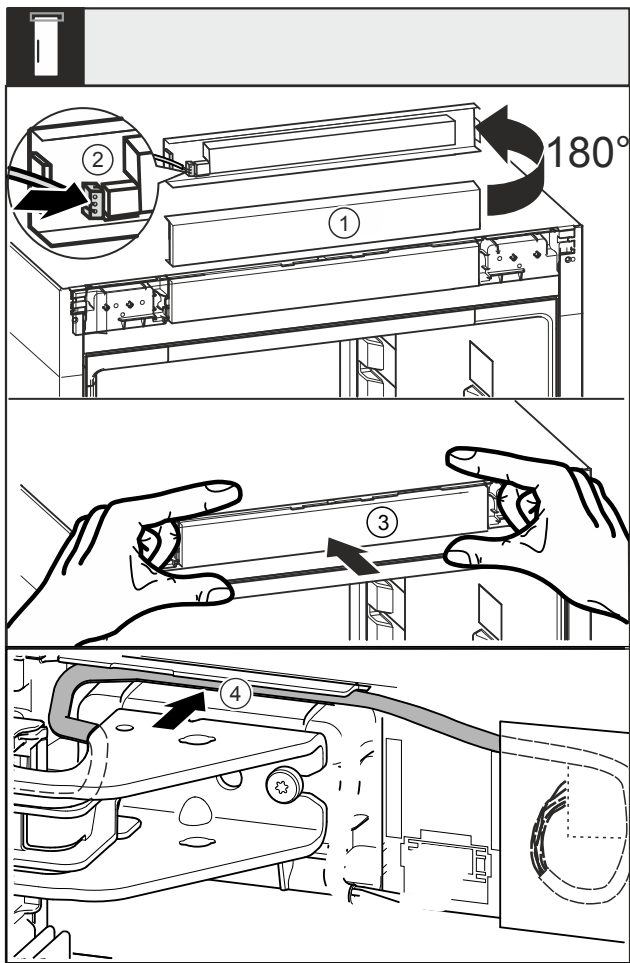

Fig. 47
- ▶ 将隔板 Fig. 47 (1)向上旋转 180°。
- ▶ 将插头 Fig. 47 (2)卡紧在控制面板上。
- ▶ 将隔板 Fig. 47 (3)重新卡紧在冰箱上。
- ▶ 将电缆通过上方托架小心地放置到导向装置 Fig. 47 (4)中。